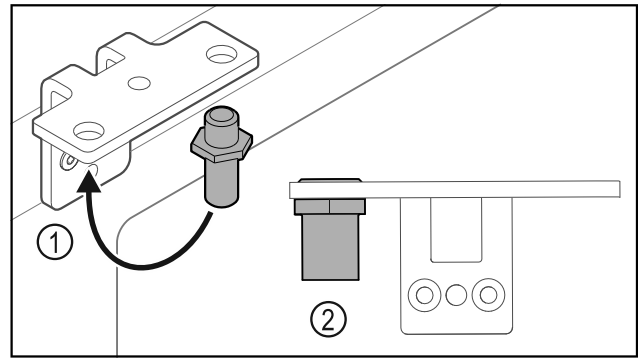

Fig. 31
- ▶ Bolzen Fig. 31 (1) im Scharnierwinkel umsetzen.
- ▶ Bolzen Fig. 31 (2) mit **Drehmoment von 12 Nm** anziehen.